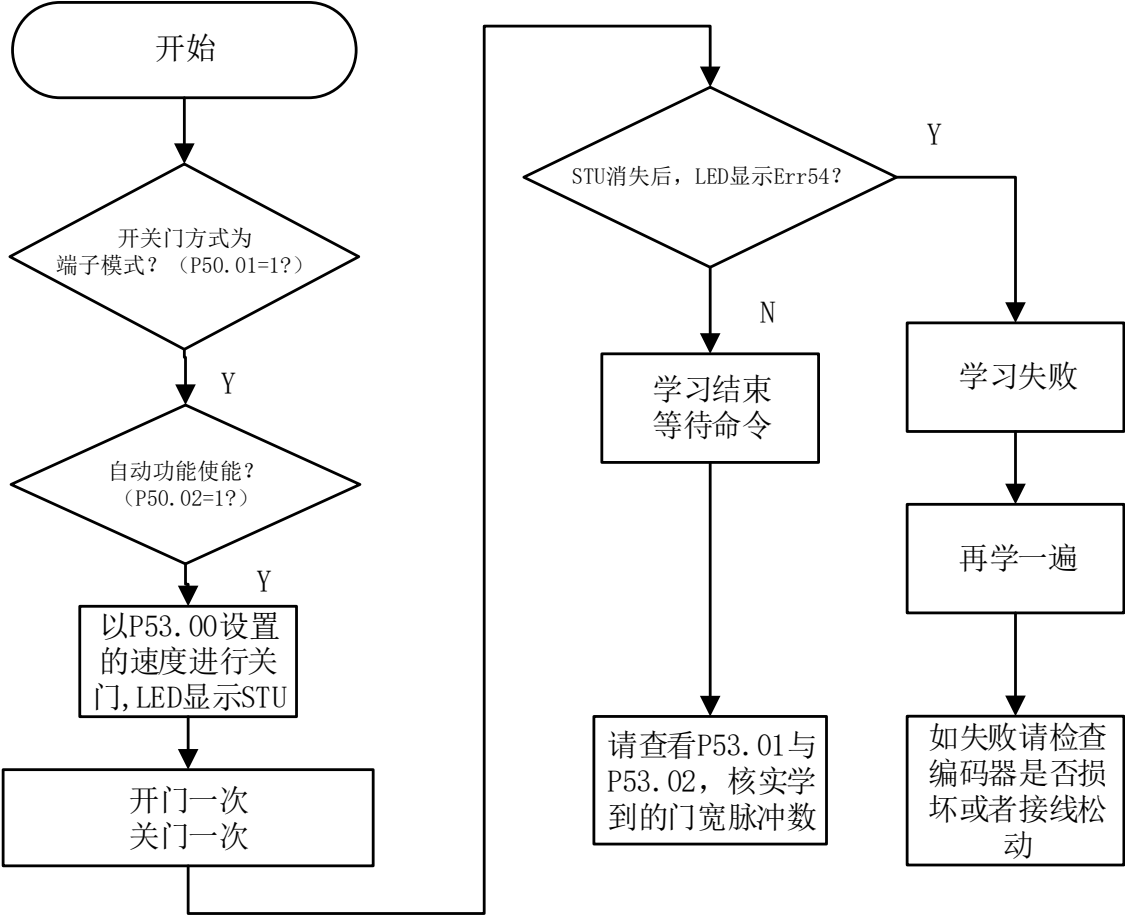

图 7.5 门宽自学习流程图
E) 门宽自学习，参见“图 7.5 门宽自学习流程图”，学习完成后核实参数 U0000 与真实门宽是否相符。判断公式：